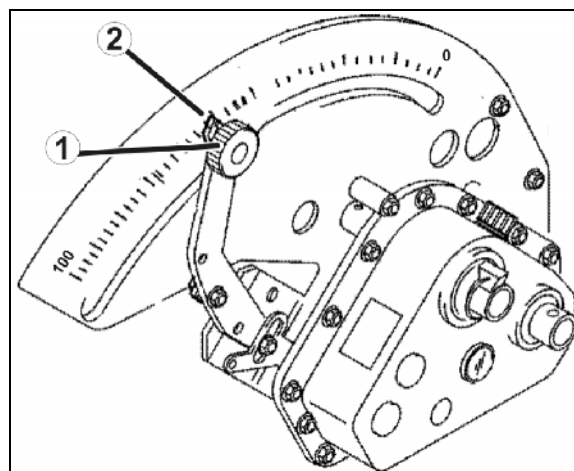

Рис. 104
1. Ослабьте фиксирующую головку (Рис. 104/1).
3. Установите указатель (Рис. 104/2) рычага передач **снизу** на регулируемое значение редуктора.